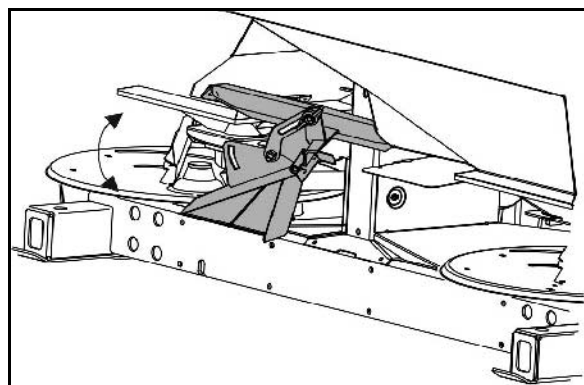

Bild 29
5. Placera kraftöverföringsaxeln i den därför avsedda hållaren (Bild 29/1).